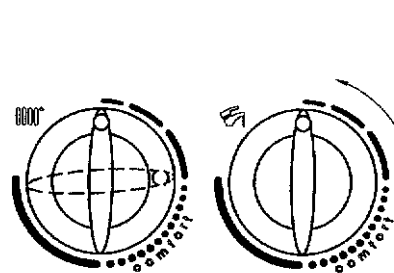

Fig. 22B
- 2) Starting in this position, quickly turn control knob 6 twice consecutively clockwise through about a 1/4 turn as shown in figure 22B.
- 2) lorsque le bouton 6 est sur cette position, faire deux rotations rapides et consécutives (~1/4 de tour) dans le sens des aiguilles d'une montre, comme le montre la figure 22B.